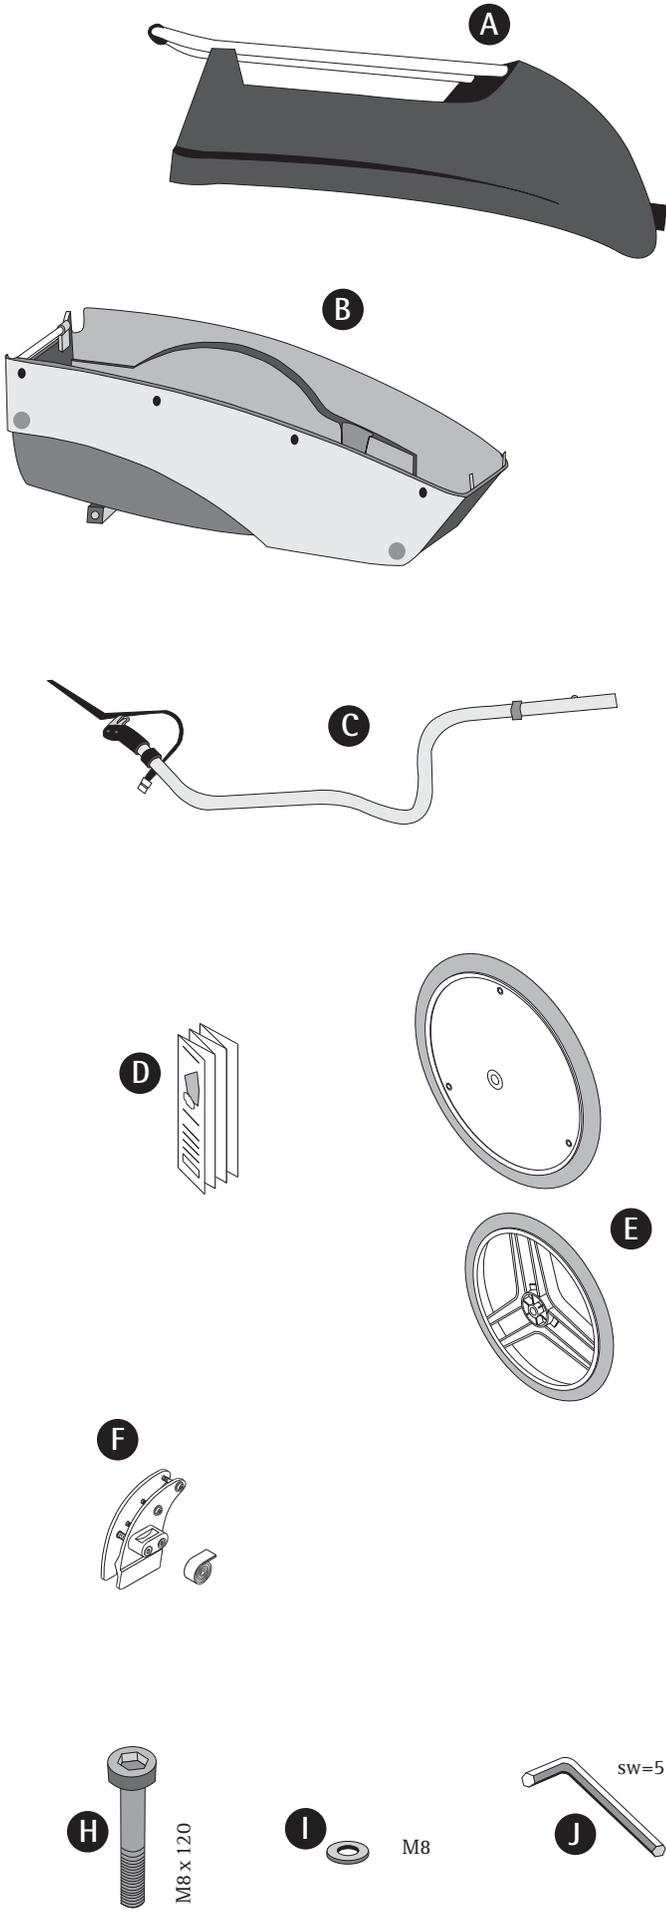

Abb. 2
- 5 Jetzt haben Sie die Möglichkeit, bei geöffnetem Heck, den Stossbügel (A) durch die vorgesehenen Löcher einzusetzen. Lassen Sie auch hier die Snap-Buttons gut hörbar einrasten.
- 6 Nehmen Sie das mitgelieferte Fähnchen (I) und montieren Sie es auf der linken Seite des Stossbügels mit der dafür vorgesehenen Halterung.
- 7 Die mitgelieferte Deichsel (D) lässt sich nun einfach in die vormontierte Deichselaufnahme einführen. Lassen Sie den Snap-Button gut hörbar einrasten und schliessen Sie den Schnellspanner. (Abb. 2)
Lieferumfang (Abb. 2)
Um ein Überkippen des Daches zu vermeiden, muss der Begrenzungsgurt in der vormontierten Zurrlasche befestigt werden. (Abb. 2)
- 3 Um ein Überkippen des Daches zu vermeiden, muss der Begrenzungsgurt in der vormontierten Zurrlasche befestigt werden. (Abb. 2)